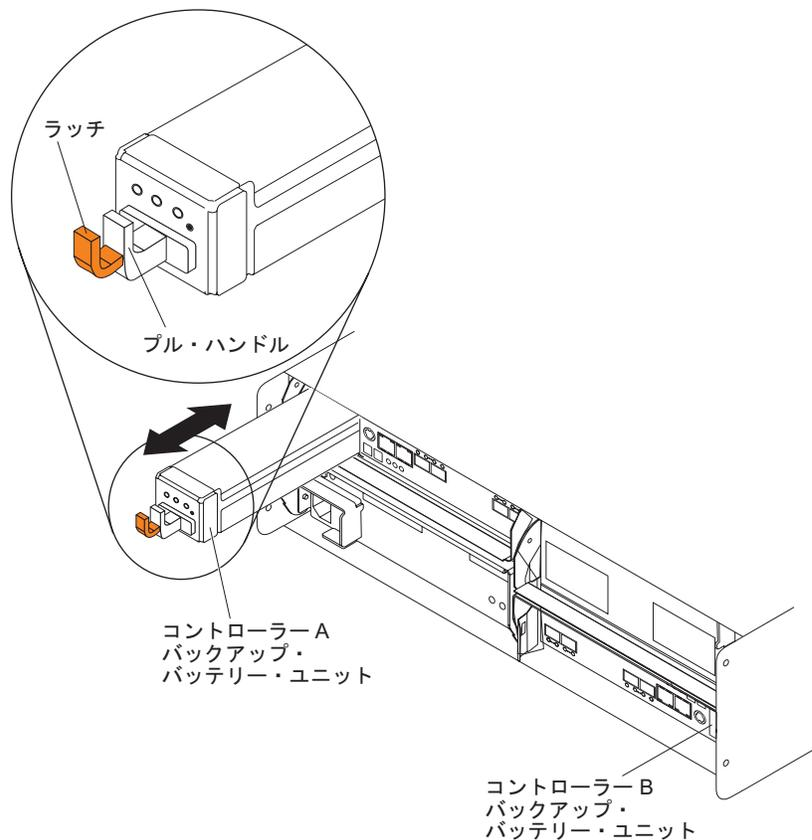

図 82. コントローラー・シャーシからのバッテリーの取り外しと再取り付け
5. RAID コントローラーから障害のあるバッテリー・ユニットを取り外すには、164 ページの図 82 に示すように、バッテリー・ユニットのオレンジ色のラッチを黒色のバッテリー・ハンドルに向けて押して DS3950 シャーシからバッテリーのラッチを外し、ハンドルを使用してバッテリー・ユニットをコントローラー・シャーシからゆっくりと引き出します。